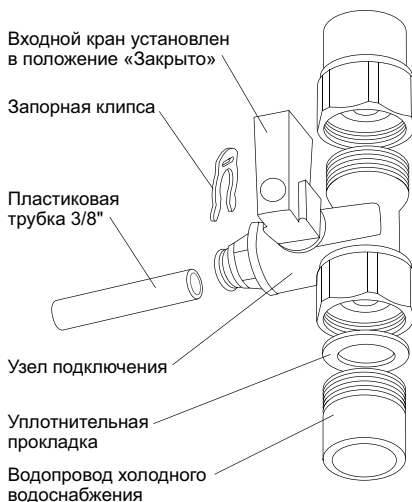

Рис. 2. Установка узла подключения
ВНИМАНИЕ! Торец трубопровода, к которому присоединяется узел подключения, должен быть плоским. При подсоединении узла подключения (рис. 2) нельзя прилагать значительные усилия. Несоблюдение этих требований приведет к повреждению уплотнительной прокладки. При механическом
- Подсоедините узел подключения к водопроводу (рис. 2). При необходимости для уплотнения наружной резьбы узла подключения используйте ленту ФУМ.